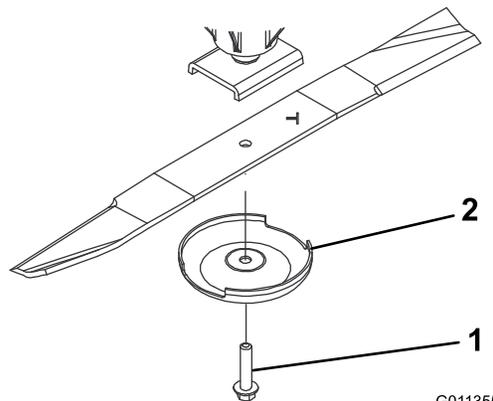

Figura 88
- Afferrate l'estremità della lama con un cencio o un guanto bene imbottito. Togliete il bullone, la coppa antistrappo e la lama dall'asse del perno (Figura 88).
- Montate la lama con la costa rivolta verso il piatto di taglio, servendovi della coppa antistrappo e del bullone della lama (Figura 88) Serrate il bullone della lama tra 115 e 149 N·m.